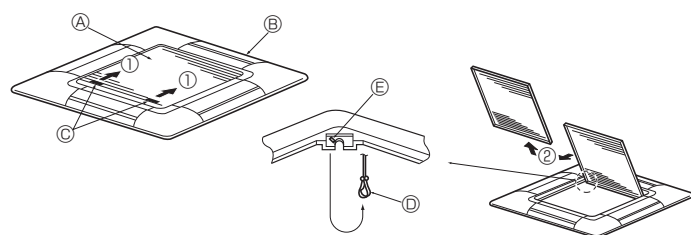

Fig. 8-3
8.2.1. Demontering av insugsgrillen (Fig. 8-3)
- Skjut armarna i den riktning som visas på pilen ① för att öppna grillen.
- Med insugsgrillen i läge "öppen", ta bort gängjärnen på insugsgrillen från grillen som visas med pilen ②.